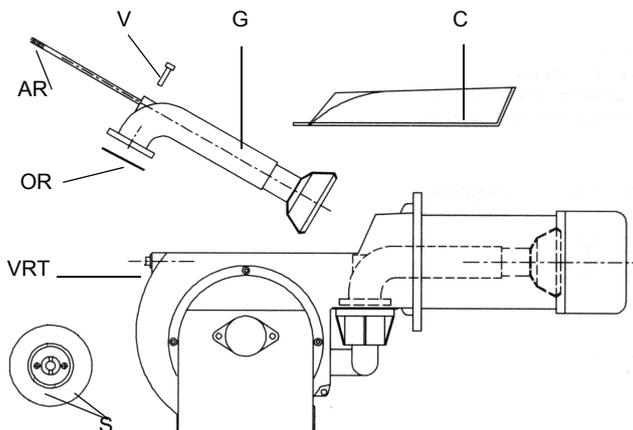
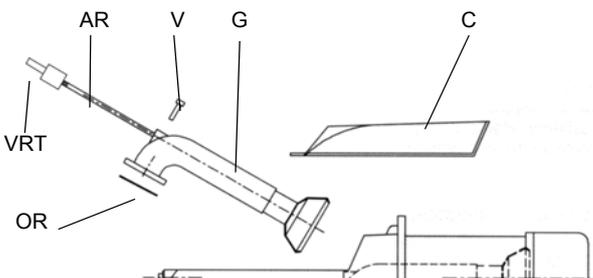

Fig. 39
Fig. 40
- Desmontaje, limpieza y control del cabezal de combustión (véase Fig. 39 - Fig. 40).